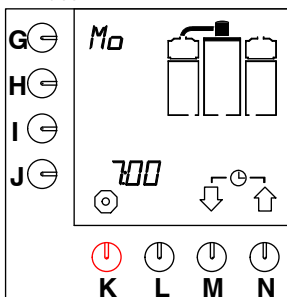

Fig. 11 Exempel aktuell dag och tid
- Den aktuella dagen och tiden visas en kort stund på displayen (fig. 11 ).
- Den aktuella dagen och tiden visas på displayen (fig. 11 ).